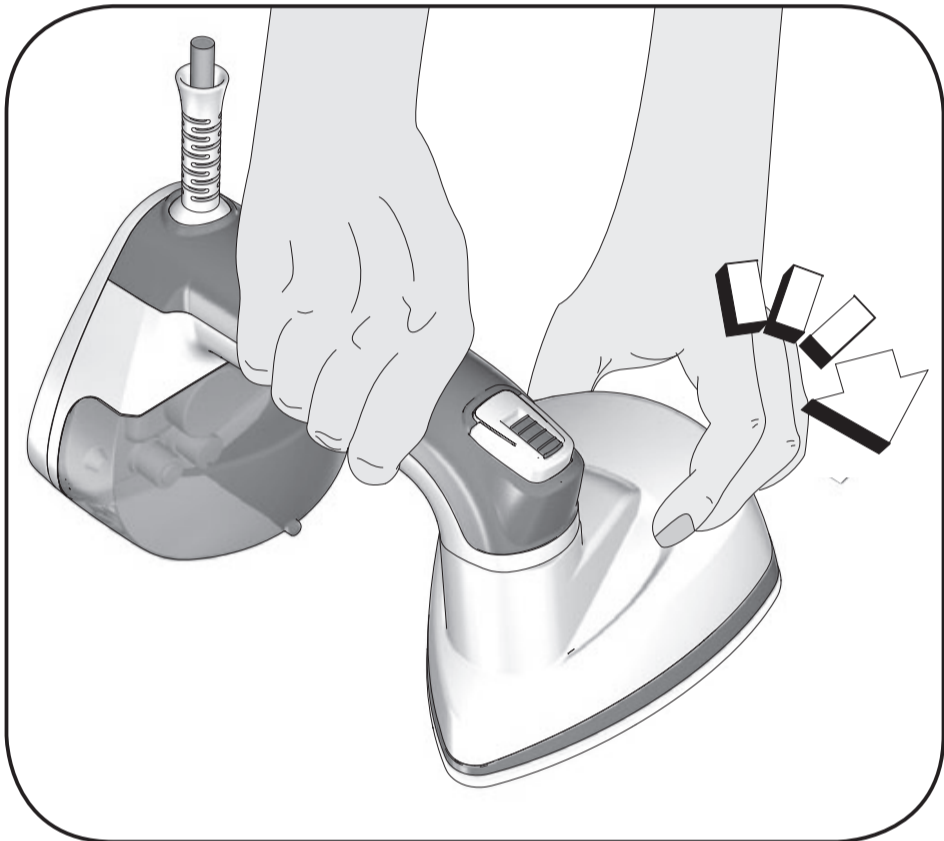

Fig. 2
4. Faire pivoter la semelle à l'aide de la poignée. Positionner la semelle en mode repassage vertical (Fig. 2).
2. Faire pivoter la semelle à l'aide de la poignée. Positionner la semelle en mode repassage vertical (Fig. 2).